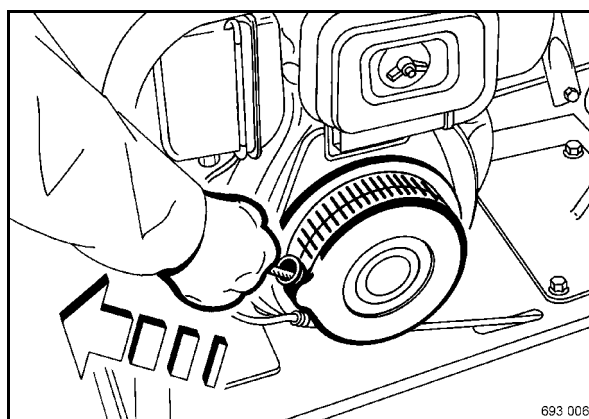

рис. 23
- Слегка потянуть ручку стартера (рис. 23), пока не почувствуется сопротивление (давление сжатия).